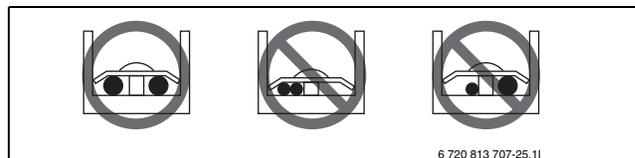

Bild 28
- Beim Anschließen von gleich starken Kabeln siehe Abbildung (→Abb. 28).